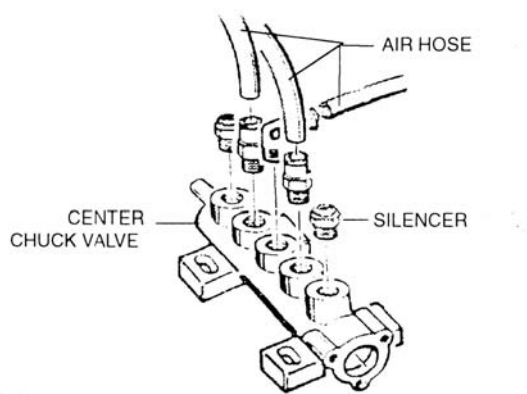

рис.11
- 11) Для очистки или замены клапана отжима крышки повторите шаги 8, 9, 10 (см. рис.11).